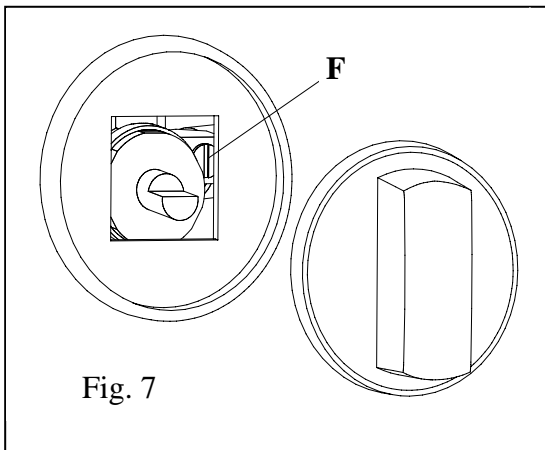

Fig. 7
(FR) Après raccordement ou changement de gaz, il est **impératif** de reprendre ce réglage. Déposer la manette, allumer le brûleur, passer en position min., puis agir à l'aide d'un tournevis sur la vis de réglage **F** (fig. 7).
(GB) After connection or change of gas, it is **crucial** to modify this adjustment. Remove the control knob, light the burner, adjust to minimum setting, then use a screwdriver to set the adjusting screw **F** (fig. 7).
(NL) Na het aansluiten of na het overschakelen op een andere gassoort, is het **absoluut noodzakelijk** de minimumstand van elke brander opnieuw in te stellen. Verwijder de bedieningsknop, steek de brander aan, zet hem op minimumstand en draai de stelschroef **F** in de gewenste stand met behulp van een schroevendraaier (fig. 7).